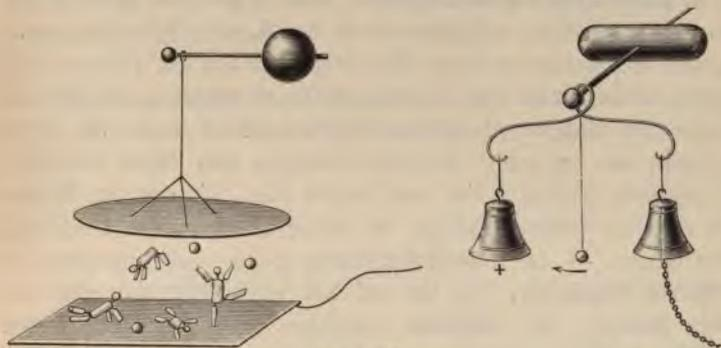

Fig. 112.
An dem Konduktor der Maschine wird an dünnen Drähten eine runde Blechscheibe oder ein mit Stanniol beklebtes Pappstück (Fig. 112, links) aufgehängt, so, daß es vielleicht 5 oder 6 cm hoch über dem Tisch schwebt. Auf ein Stanniolblatt werden, gleichsam wie auf einen Teppich, unsere Akrobaten gelegt. Die über ihnen schwebende Scheibe ist der Baldachin. Es ist zwar nicht unbedingt
**Elektrisches Glockenspiel.** Kann man zwei gleich große, metallene Glöckchen beschaffen, so ist der Apparat schon so gut wie fertig. Sie werden an einem Drahtbügel, wie ihn Fig. 112 (a. v. S.) zeigt, nebeneinander und in gleicher Höhe aufgehängt. Ihr Abstand richtet sich nach der Stärke der Maschine, man mache ihn lieber geringer als zu groß. Für eine Maschine von 20 cm Scheibendurchmesser dürften 4 bis 5 cm passend sein. Die eine der Glocken ist an einer seidenen Schnur, die andere an einem Draht befestigt. An ersterer — auf unserer Abbildung rechts — ist außerdem ein Kettchen angebracht, das bis auf den Tisch herabreicht oder mit dem Reibzeug der Maschine verbunden wird. Zwischen beiden Glocken hängt an einer dünnen, seidenen Schnur ein leichtes Metallkügelchen (am besten Aluminium oder eine kleine Hohlkugel) herab.